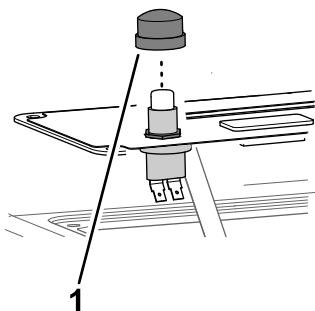

Figura 6
4. Montați capacul butonului pe comutator (Figura 6).